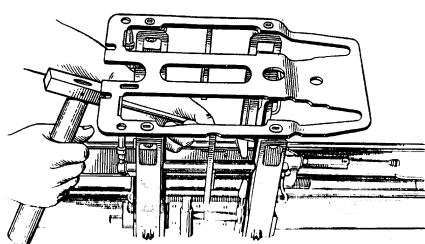
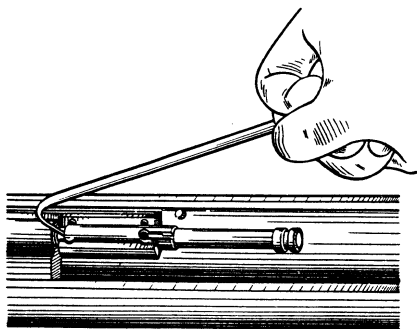

Рис. 121. Переміщення вкладиша виколоткою
Рис. 122. Переміщення
1.14. Від'єднати касету від ствольної коробки. Для чого за допомогою вибивача (рис. 121) або гачка (рис. 122) здвинути вкладиш вперед та вийняти касету зі ствольної коробки.